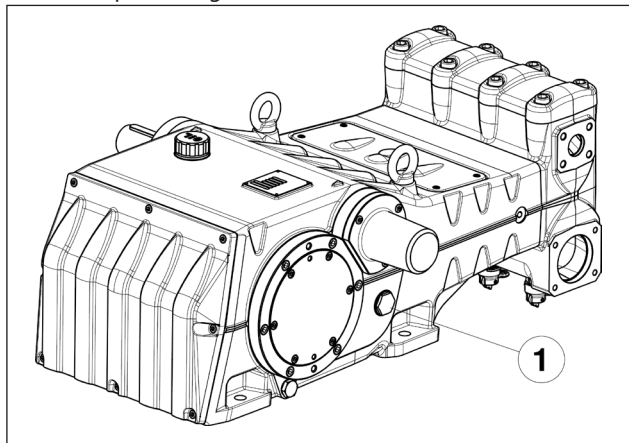

Fig. 8
5. El aceite en el cárter de la bomba alcance el nivel previsto, verificándolo en los indicadores situados a los lados del cárter (pos. ①, Fig. 8).